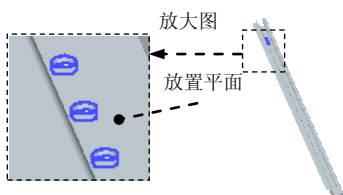

图 8.13.187 孔特征 1
① 定义阵列类型。在“阵列”命令条 **翻转** 后的下拉列表中选择 **固定**。
② 定义阵列参数。在“阵列”命令条 **X:** 后的文本框中输入阵列个数为 70，输入间距为 25；在“阵列”命令条 **Y:** 后的文本框中输入阵列个数为 1；单击右键确定。
③ 单击 **✓** 按钮，退出草绘环境。
(5) 单击 **完成** 按钮，完成特征的创建。
Step9. 创建图 8.13.187 所示的孔特征 1。
(1) 选择命令。单击“主页”功能选项卡“钣金”工具栏中的“打孔”按钮 **打孔**。
(2) 定义孔的参数。单击 **类型(T):** 按钮，在下拉列表中选择 **简单孔** 选项，在 **单位(U):** 下拉列表中选择 **毫米** 选项，在 **直径(D):** 下拉列表中输入值 6，在 **延伸** 区域选择延伸类型为 **全**
(3) 定义孔的放置面。选取图 8.13.187 所示的模型表面为孔的放置面, 在模型表面单击完成孔的放置。